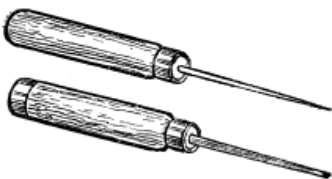

Рис.13
13. Шило и пробойник (рис.13) не-